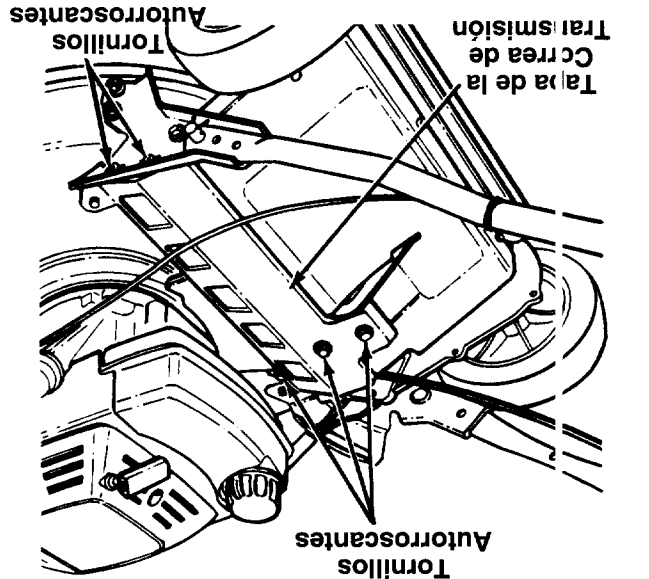

FIGURA 15.
- Quite la tapa de la correa de transmisión quitando los cinco tornillos. Vea figura 15.
- Usted puede doblar el mango de su cortacésped para almacenamiento tal como se demuestra en la figura 15. Quite la cuerda de arranque de la guía. Suelte las dos perillas de mano de los lados del mango y deje que el mango superior se doble abajo y hacia la parte trasera. Mueva las presas (horquillas) al agujero exterior en las clavijas soldadas en los soportes del mango. Vea la figura 3. Extienda los lados del mango inferior y empujelo hacia el frente y abajo.